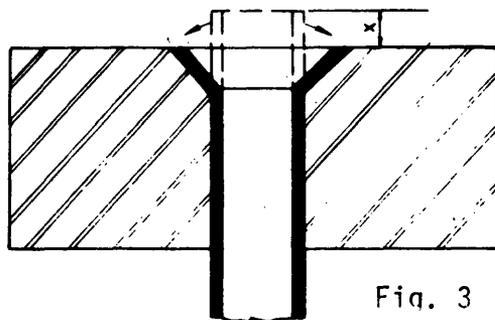

Fig. 3
3) El extremo del tubo no debe sobresalir demasiado del soporte. Es suficiente que al hacer la balona, ésta cubra la parte cónica del mismo (fig. 3).